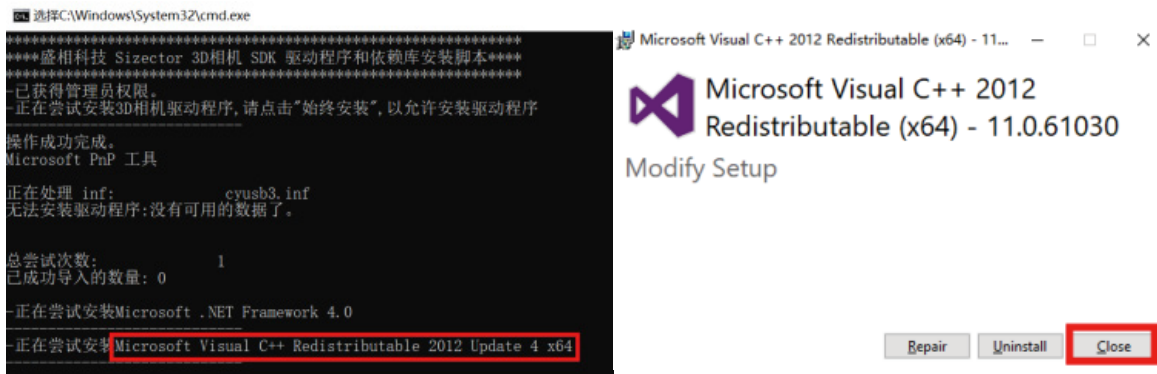

图3.5 批处理运行界面及C++运行库安装界面
③下一步将安装C++语言环境:如果已安装需要调用的C++库,则会弹出如图3.5提示,这时选择“Close”按钮关闭弹窗即可,如电脑上未安装此类库,则您可选择“Install”按钮进行安装。